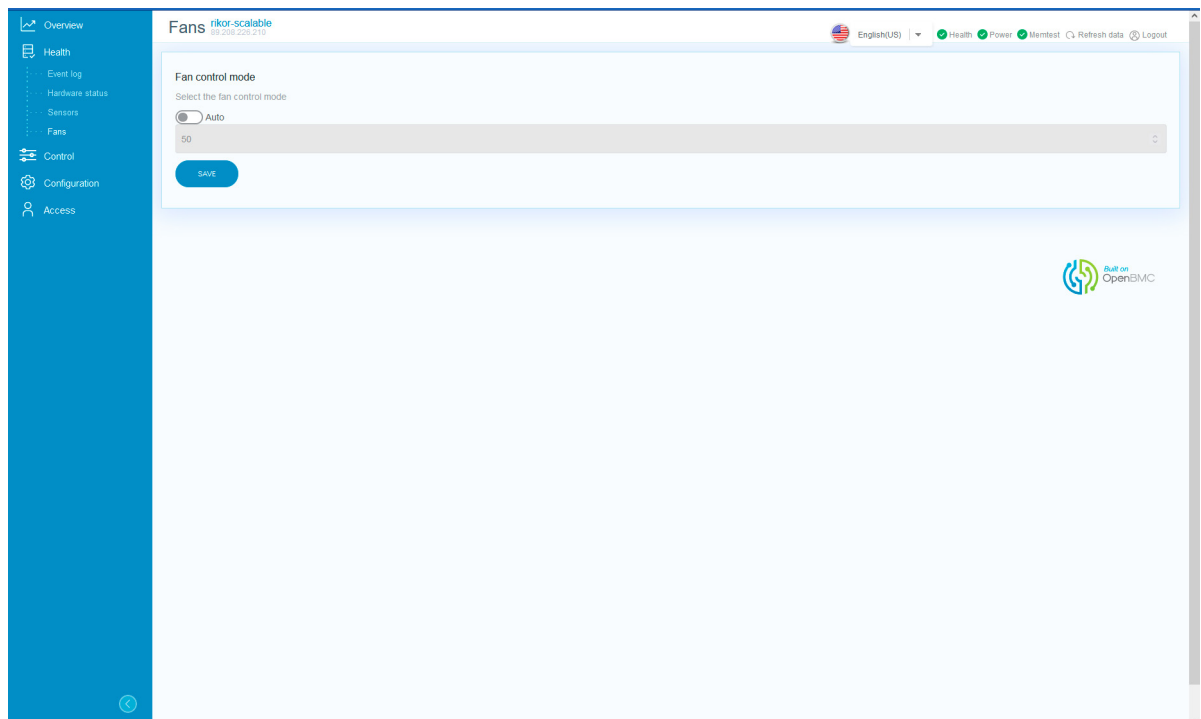

Рис. 67. Окно «Fans»
- 5) Пройдите во вкладку «Health» → «Fans» в данной вкладке отображается информация по вентиляторам установленным в сервере. В поле «Fan control mode» установите переключатель в активное положение чтобы управлять режимом работы вентиляторов охлаждения. В раскрывающемся списке выберите режим скорости вращения. Окно показано на рис. 67 Окно «Fans»